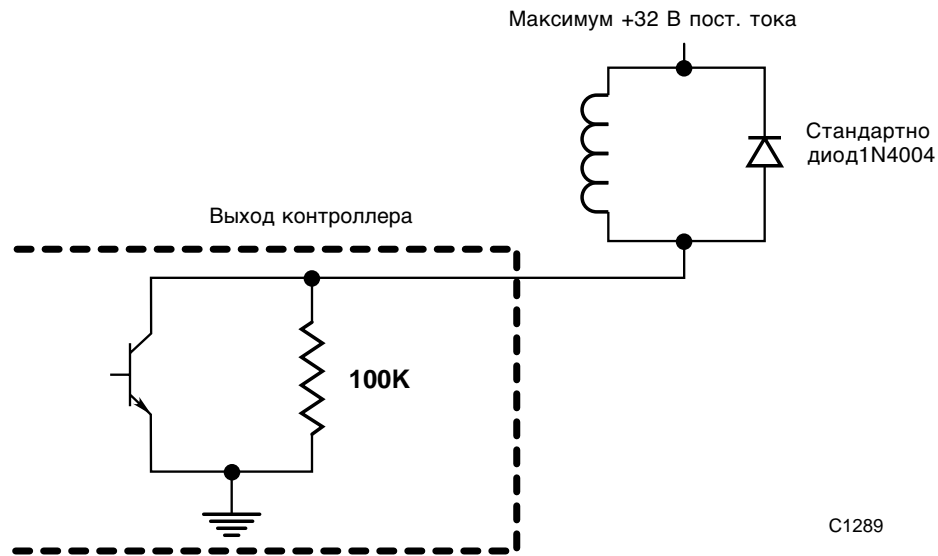

Рис. 6 — Выходной транзистор с открытым коллектором с индуктивной нагрузкой и диодом для подавления переходных процессов.
**Базовая модель контроллера** - Подключения к выходным транзисторам с открытыми коллекторами осуществляется на зажимах 10, 12, 14 и 16. Зажимы 9, 11, 13 и 15 не используются. Типовая схема подключения к выходному транзистору с открытым коллектором приведена на рис. 6.
*Внешнее оборудование, которое может генерировать переходные процессы при переключении (такое как реле), должно иметь диод для подавления переходных процессов, правильно подсоединённый параллельно катушке во время монтажа. Это предохранит выходные транзисторы контроллера от возможного повреждения. На рис. 6 показана индуктивная нагрузка с диодом, используемым для подавления переходных процессов.*